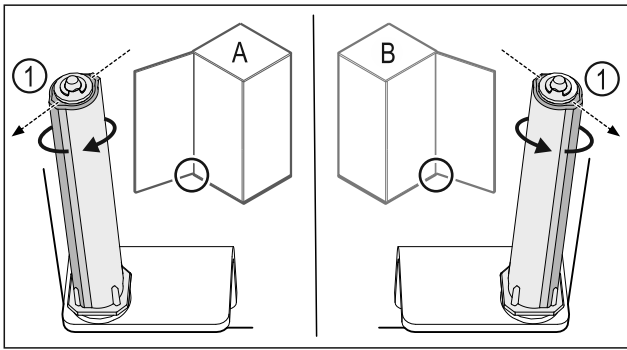

Fig. 33 Links scharnierend (A) / rechts scharnierend (B)
- ▶ Sluitsysteem tegen de weerstand in draaien tot het schot van het sluitsysteem Fig. 33 (1) naar buiten wijst.